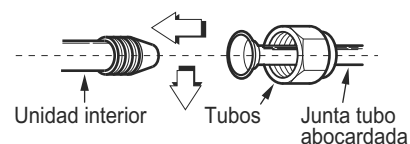

Fig.51
- Ajuste suficientemente la tuerca abocardada con los dedos primero y después con una llave inglesa y par de torsión, como muestra la Fig. 51 y 52.
1. Quite la cubierta del panel de control eléctrico aflojando el tornillo como se muestra en la Fig. 51.